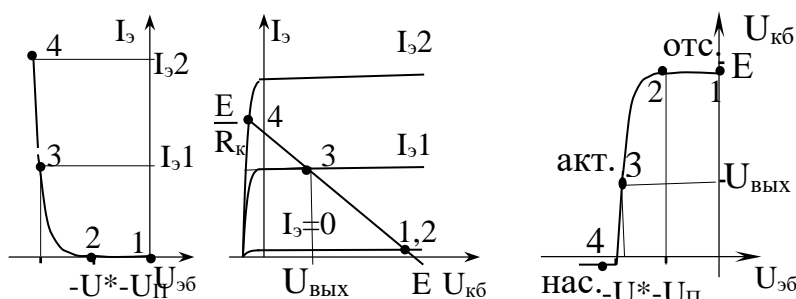
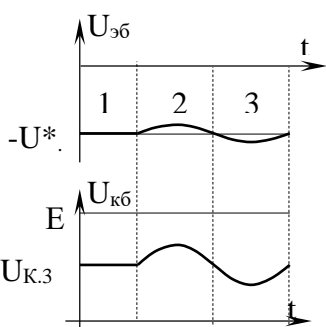

Рис. 4.17. характеристики каскада ОБ: входная, выходные, передаточная
Рис. 4.18. Временные диаграммы
**Передаточная характеристика каскада ОБ** (рис. 4.17) и временные диаграммы (рис. 4.18) построены с учетом того, что для активного режима транзистора n-p-n необходимо подать  $U_{эб} < 0$ . Для большей наглядности входная характеристика изображена во втором квадранте осей. Передаточная характеристика показывает, что каскад ОБ обладает высоким усилением, инверсии нет.